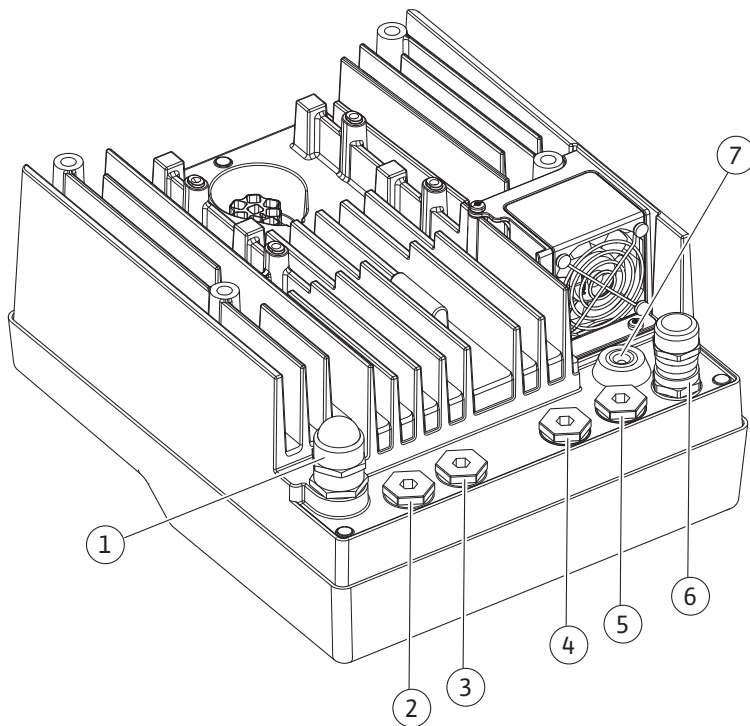

Fig. 10: Kaabli keermesühendused / kaabliühendused
| Ühendus  | Kaabli keermesühendus | Kaabli läbiviigudFig. 10Pos. | Klemmi nr                     |
- CIF-moodul hooneautomaatikaga (siinikommunikatsioon): Varjestus ühendatakse kaabli läbiviiguga elektroonikamoodulile (Fig. 10).
4. Viige ühenduskaabel läbi kaabli keermesühenduse M25 (Fig. 10, pos. 1). Keerake kaabli keermesühendus kinni etteantud pingutusmomendiga.